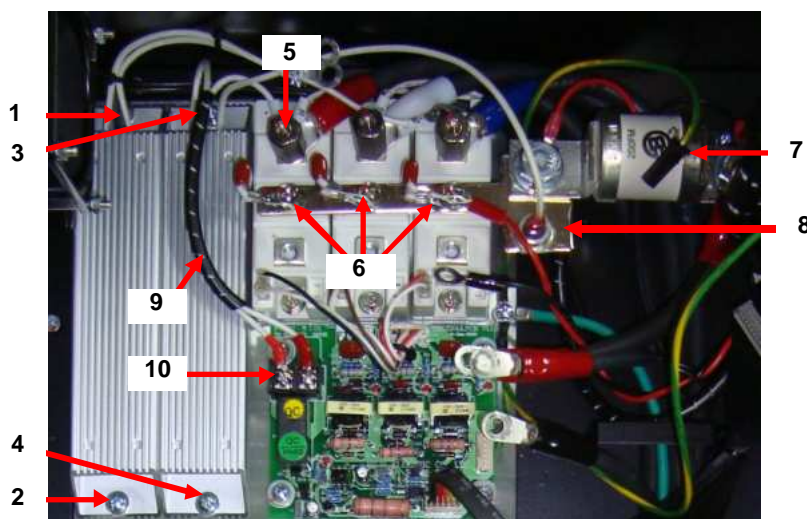

Рис. 6.17. Расположение разрядного резистора и цепи предзаряда.
6.14.1. Ослабить винт 1 на два-три оборота (рис.6.17).
6.14.2. Отвернуть винт 2 и снять разрядный резистор (рис.6.17).
6.15.1. Совместный демонтаж резистора и диода предзаряда (рис.6.17).
6.15.2. Демонтаж неисправного резистора (рис.6.17).
6.15.3. Демонтаж неисправного диода предзаряда (рис.6.17).